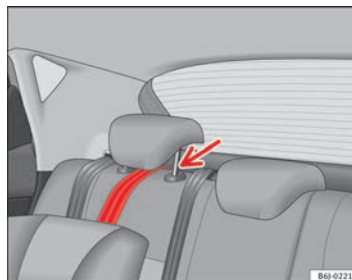

Fig. 28 Cinghia di fissaggio: regolazione corretta e montaggio
- Passare la cinghia di fissaggio del Top Tether sotto il poggiatesta del sedile posteriore ⇒ pag. 49, fig. 28 (sollevare il poggiatesta se necessario).